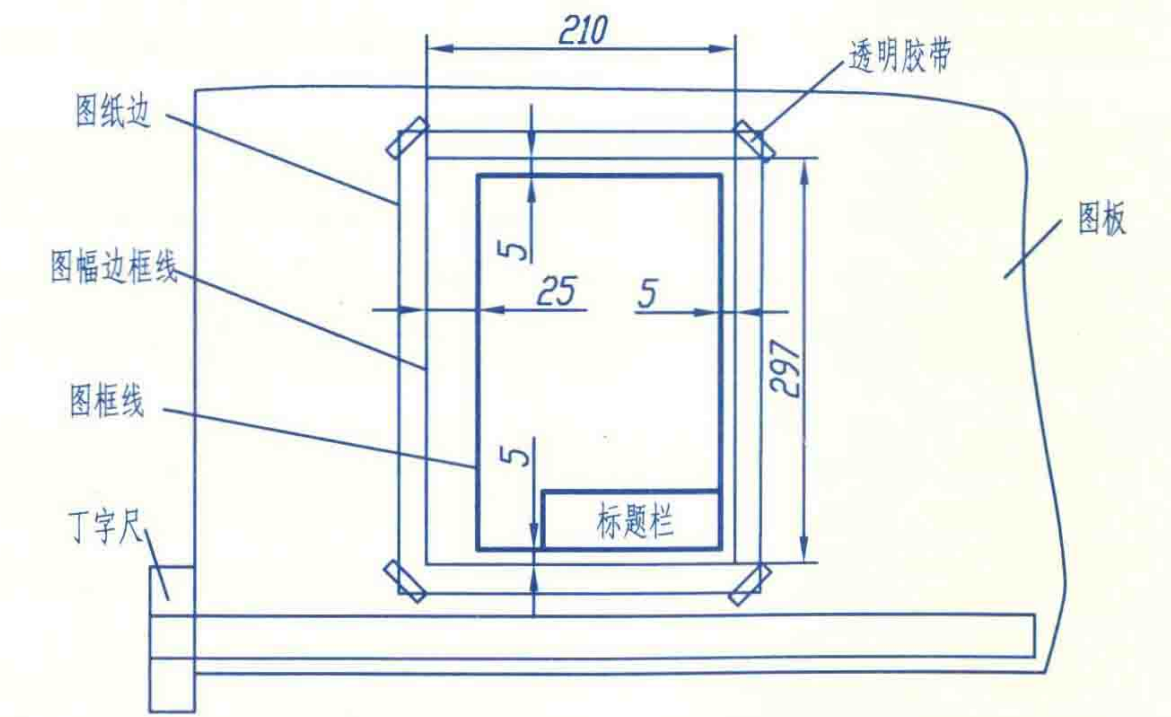

图 1
- (1) 将图纸用透明胶带固定在图板左下方(见图1),然后按标准幅面画出图幅边框线和图框线,并在图框的右下角画标题栏,其格式见图2(非国家标准,学生作业用简化标题栏)。
(2) 用细实线完成底稿,加深时线型应按先曲后直、先粗后细的顺序进行。为了提高工作效率,对于同一类线型可一起完成。
(3) 标注尺寸,书写文字,最后对全图进行校核。